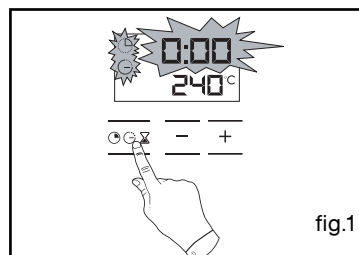

fig.1
- Choisissez le mode de cuisson souhaité et ajustez la température (fig.1).
L'affichage clignote pour indiquer que le réglage est alors possible (fig.1).
- Appuyez sur la touche "⌚" (fig.1) jusqu'à faire clignoter le symbole minuterie.